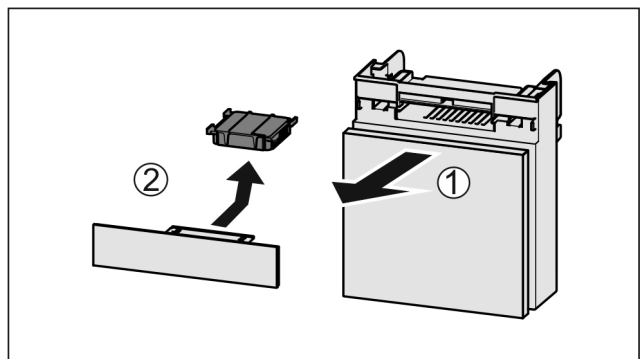

Fig. 157
- Fach nach vorne herausziehen Fig. 157 (1).
- Aktivkohlefilter entnehmen Fig. 157 (2).